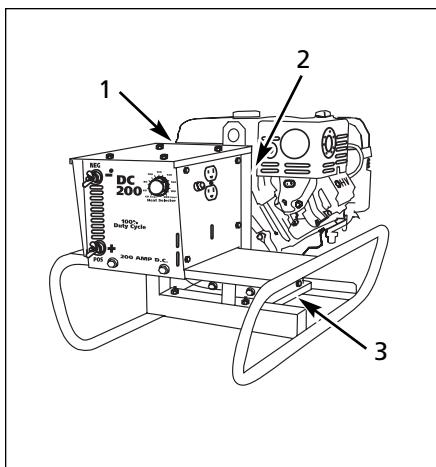

Figure 4 - 200
1. Retirer le couvercle de la courroie (voir la figure 4, référence 1).
2. Retirer l'écran de sécurité (4 boulons) voir la figure 4, référence 2).
- Desserrer le boulon de verrouillage de l'alternateur près du ventilateur (voir la Figure 4, Référence 1).
- Ajuster la courroie en tournant la vis d'ajustement de la courroie. (Figure 4, référence 1).
- Retirer le couvercle de la courroie (voir la figure 4, référence 1).
- Retirer l'écran de sécurité (4 boulons) voir la figure 4, référence 2).
- Desserrer les boulons de montage de l'unité de soudure (4) (voir figure 4, référence 3) et déplacer le moteur vers l'avant ou vers l'arrière pour atteindre l'alignement parfait. Resserrer les boulons de montage avec les courroies alignées.